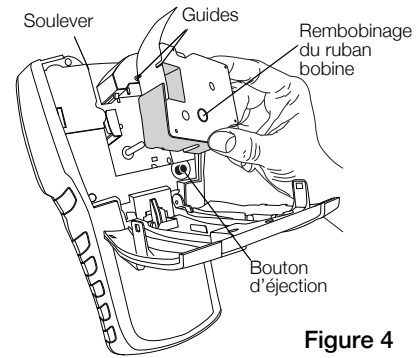

Figure 4
- 2 Appuyez sur le bouton d'éjection de la cartouche. Voir la Figure 4. La cartouche d'étiquettes est soulevée de l'imprimante.